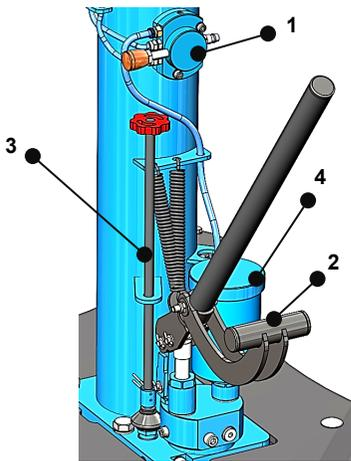
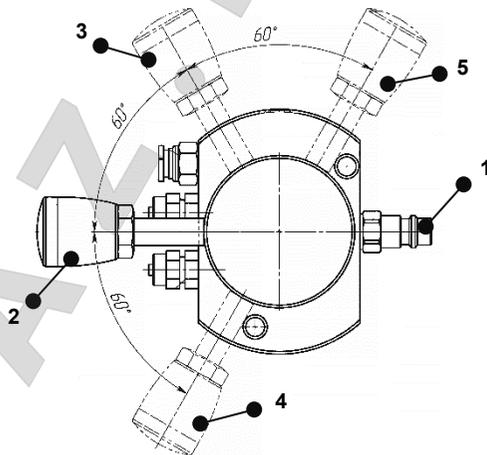

Рис.1 (для модели РП)
Рис.2 (для модели П, РП)
- 5.1 Присоедините пневмошланг линии сжатого воздуха к штуцеру пневмораспределителя (Рис.1 поз.1, Рис.2 поз.1). Рабочее давление линии сж. воздуха 6-10 бар.
- 5.2 Убедитесь, что клапан сброса давления (Рис.1 поз.3) закрыт (по ЧС). Для быстрого подвода штока, переместите ручку распределителя из нейтрального положения 2 в положение 3 (Рис. 2). Достигнув нагрузки верните ручку в нейтральное положение 2 (Рис.2).
- 5.3 При помощи ручного (ножного) насоса (Рис.1 поз.2) осуществите подъем транспортного средства или иного груза. При наличии пневмогидравлического двигателя (Рис.1 поз.4) подъем под нагрузкой может осуществляться перемещением ручки распределителя из положения 2 в положение 5 (Рис. 2), достигнув нужной высоты переведите ручку распределителя в нейтральное положение 2 (Рис. 2).
- 5.4 Для возврата штока откройте клапан сброса давления против ЧС (Рис.1 поз.3) и переместите ручку распределителя из положения 2 в положение 4 (Рис.2). После полного возврата штока переведите ручку распределителя в нейтральное положение 2 (Рис.2) и отключите подъемник от линии сжатого воздуха.